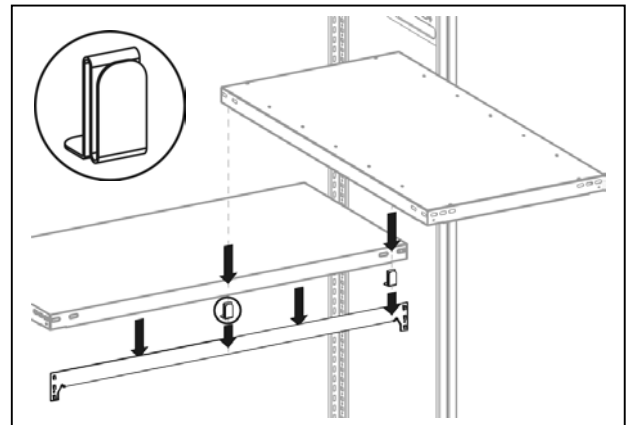

Abb. 4
- 2.4 Jeweils zwei Einhängehaken (Aufhängung für die Fachböden des über Eck aufzustellenden Regals) auf die Aussteifungstraversenkante stecken (Abb. 4). Je nach Aufstellungswunsch des Eckregals werden die Einhängehaken rechts oder links vom Stützprofil im Abstand der Fachbodentiefe angeordnet.